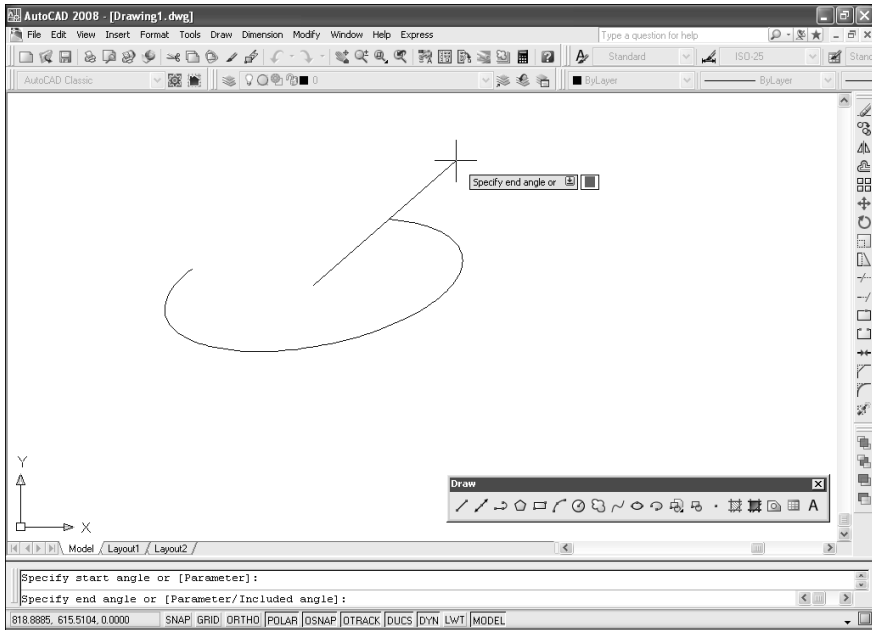

Рис. 2.23. Создание эллиптической дуги
7. Начальный угол измеряется в направлении против часовой стрелки (с учетом угла наклона большой оси эллипса). Укажите начальный угол дуги, введя его в командном окне либо выбрав точку на чертеже. Теперь резиновая линия проходит от центра эллипса до указателя-перекрестия, за которым от точки, определенной начальным углом, следует эллиптическая дуга (рис. 2.23). AutoCAD отобразит следующее приглашение: